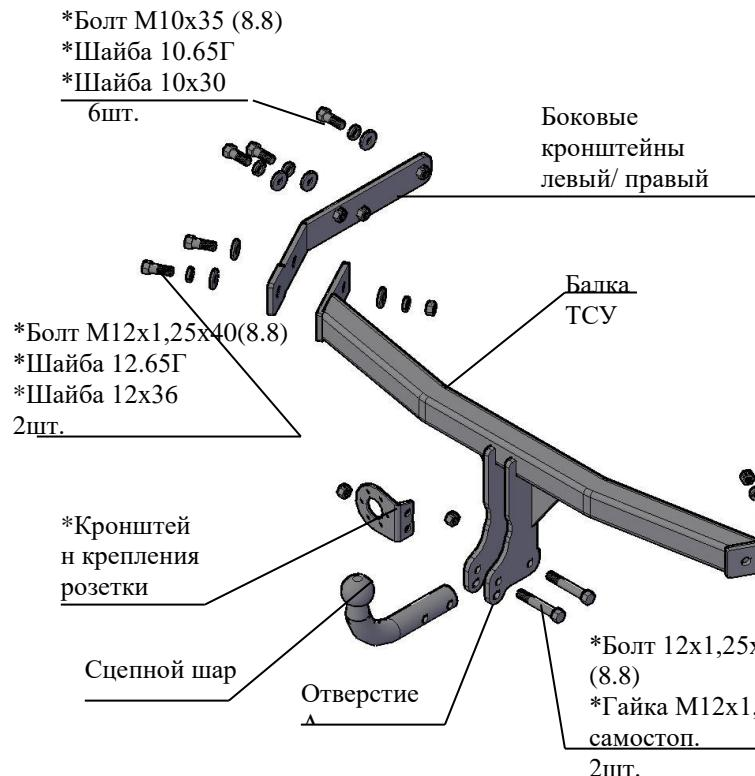

Рис.1 Тягово-сцепное устройство 8122
2.1 ТСУ 8122 в сборе (рис.1)	1 шт.
2.2 Пакет с комплектующими (см. рис.1) Задний колпак	1 шт.
- Установить боковые съемные кронштейны в лонжероны (к внешним боковым полкам лонжеронов, правый и левый соответственно рис.1), закрепить болтами M10x.35. Под головки болтов подложить шайбы 10.65Г и шайбы 10x30.